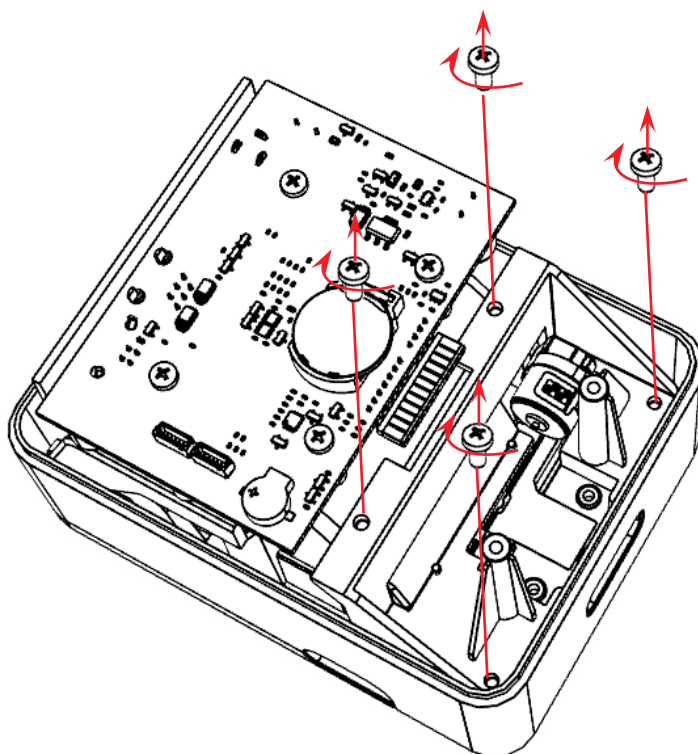
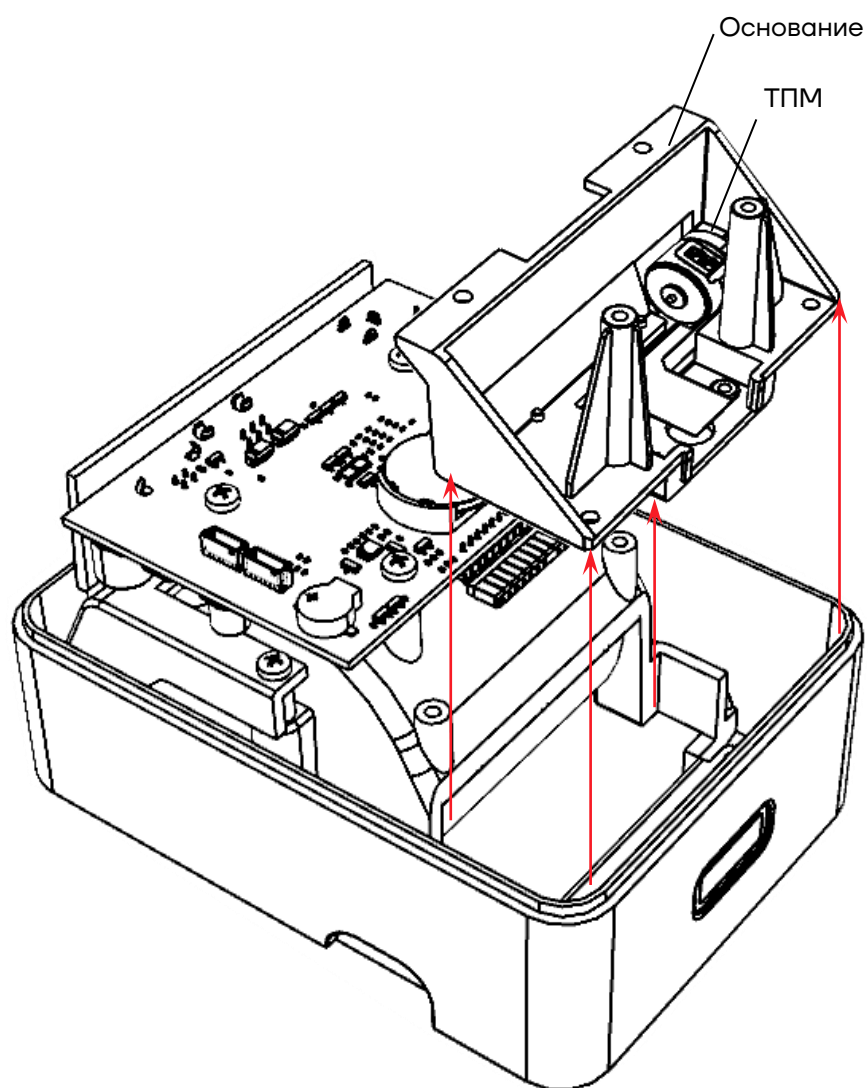

Рисунок 34. Винты крепления основания к верхней части корпуса (модуль индикации и шлейфы условно не показаны)
Рисунок 35. Извлечение основания с установленным ТПМ
- 9** Перевернуть сборку Основание—ТПМ, вставить сборку в верхнюю часть корпуса (см. рисунок 35), вкрутить 4 винта (см. рисунок 34).